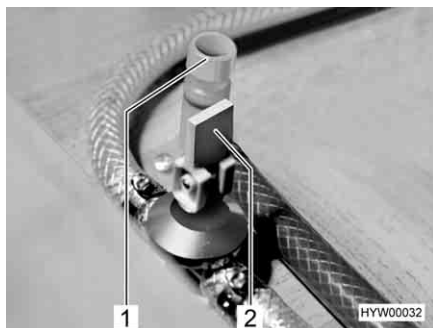

Fig. 129 Rubinetti di scarico (pacchetto autarchico)
- Chiudere i rubinetti di scarico. Ruotare i coperchi (Fig. 129,1) in senso orario e posizionare la leva a bilanciere (Fig. 129,2) in posizione orizzontale. L'ubicazione dei rubinetti di scarico è riportata nella tabella "Posizione dei rubinetti di scarico" alla fine del presente capitolo.